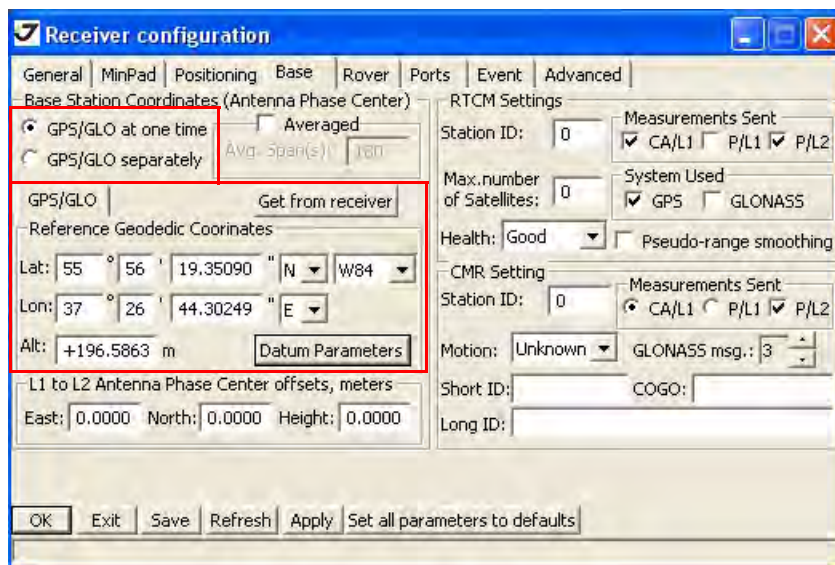

Рисунок 39. Закладка *Base*
- Для базового приемника (базы) откройте закладку *Base* и настройте следующие параметры (Рис. 39 на стр. 54), затем нажмите *Apply*.